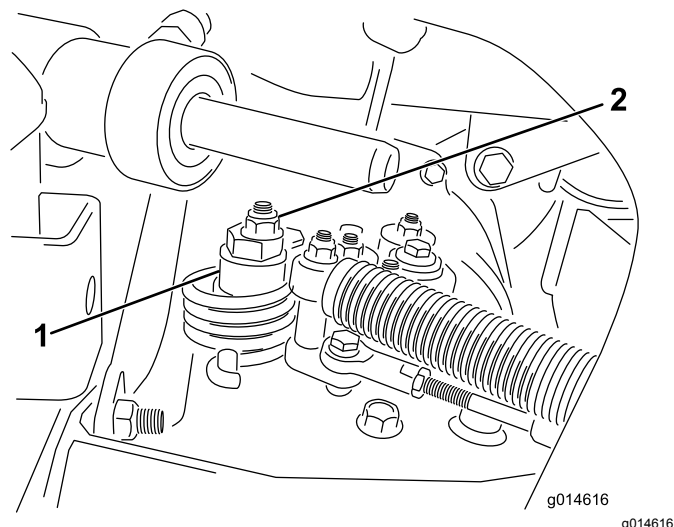

Figura 32
- A. Liberte a porca que fixa o disco excêntrico ao cimo do hidróstato (Figura 32).
- C. Rode o disco excêntrico até eliminar a deslocação em qualquer um dos sentidos. Quando a roda deixar de rodar, aperte a porca, bloqueando deste modo o disco excêntrico e fixando a posição de ajuste (Figura 32). Verifique se o ajuste é o adequado colocando o acelerador nas posições LENTO e RÁPIDO.